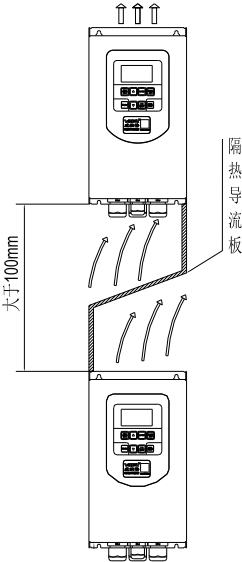

图1-5. G630变频器安装示意图
- 1) 请垂直安装变频器，便于热量向上散发。但不能倒置。若柜内有较多变频器时，最好是并排安装。在需要上下安装的场合，请参考图1-5的示意，安装隔热导流板。